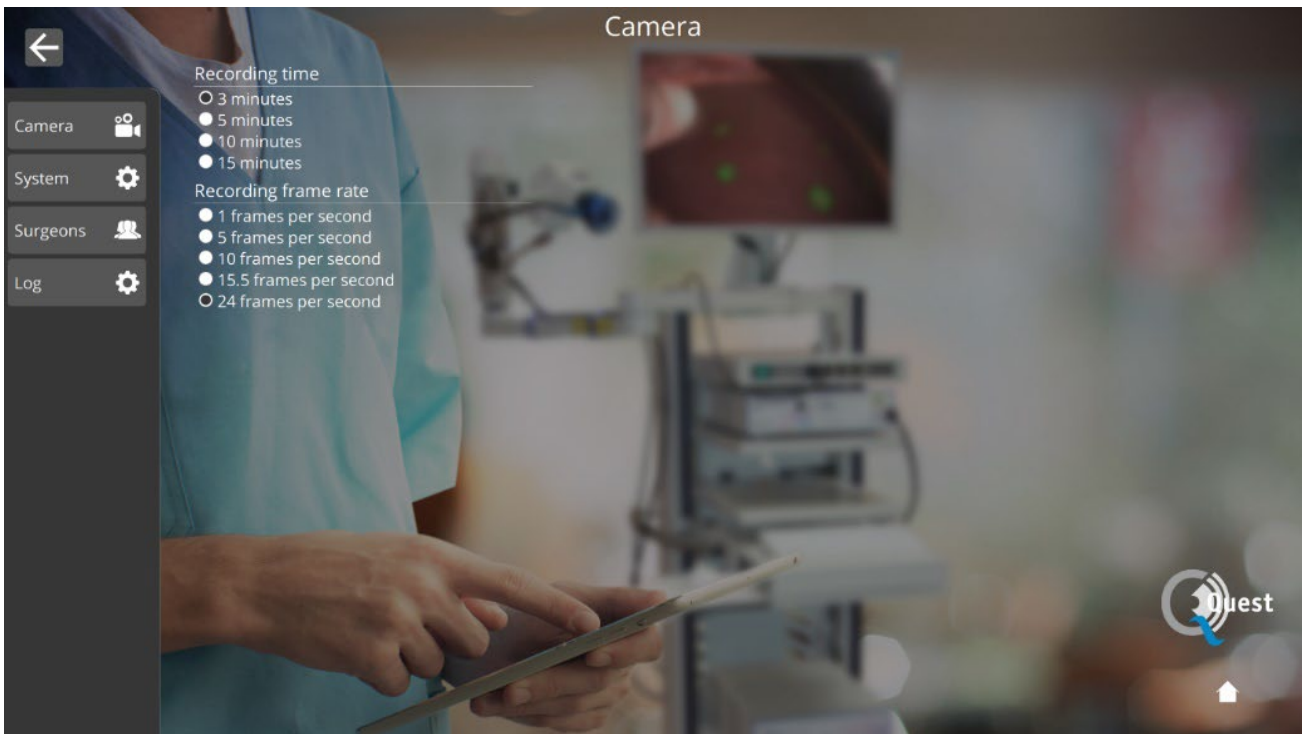

Figura 19: Configuración del servicio técnico
- Acceda a la configuración del personal técnico (consulte la figura 19 y la figura 20 y una explicación más detallada a continuación)
Al haber ingresado el código PIN correcto después de seleccionar la opción Servicio técnico, aparecerá una interfaz como la que se muestra en la figura 19. Consulte una explicación sobre las opciones de configuración a continuación.